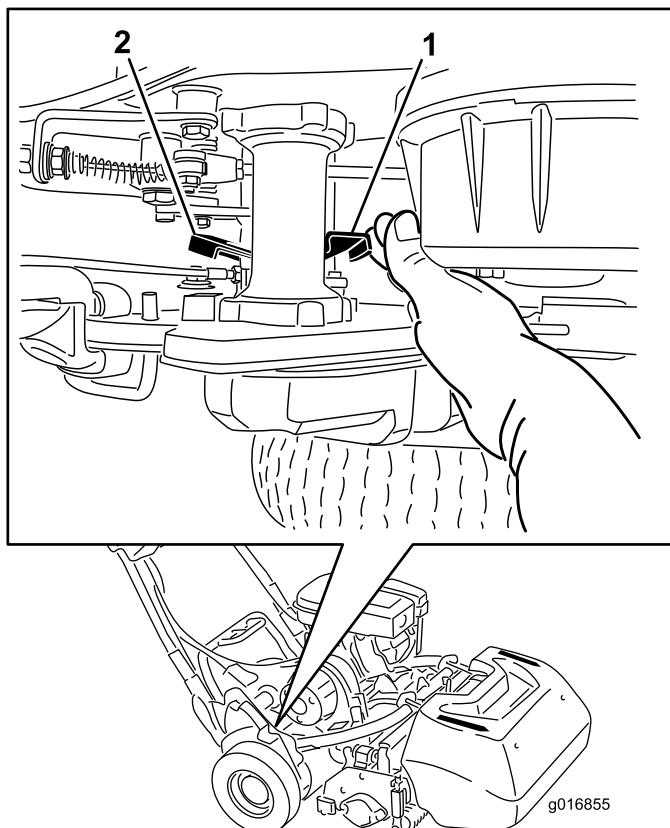

図 28
- 機体の右後ろ角部にある走行解除レバーを探し出す走行ハウジングドラムの隣にある図28。